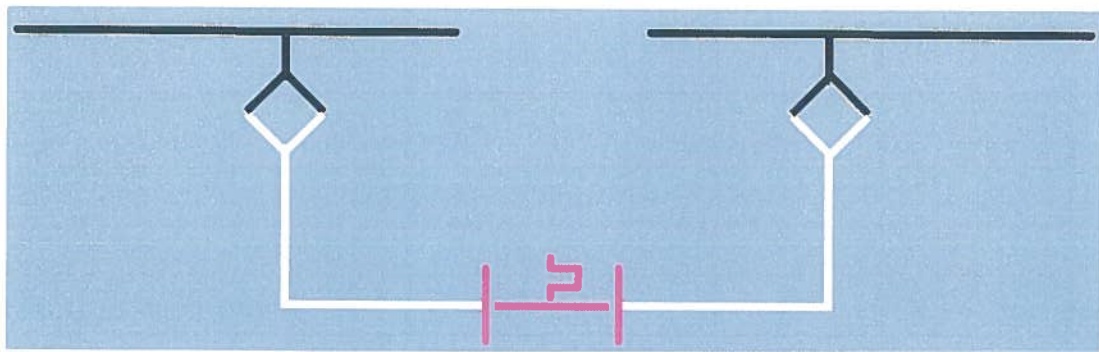

Fig. 7.59
- c. Un alt caz este acela în care nu se cunoaște poziția întreruptorului sau acesta este într-o poziție „necunoscută/nedefinită”. În această situație va fi colorat cu magenta întreruptorul și cu alb zona până în polul deschis al următorului echipament de comutație (fig. 7.59).